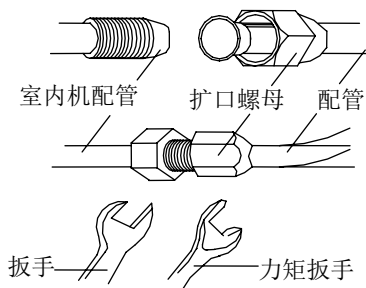

图 11
3. 用力矩扳手旋紧扩口螺母, 直到力矩扳手发出“咔嚓”声(参考图 11 和表 2)。